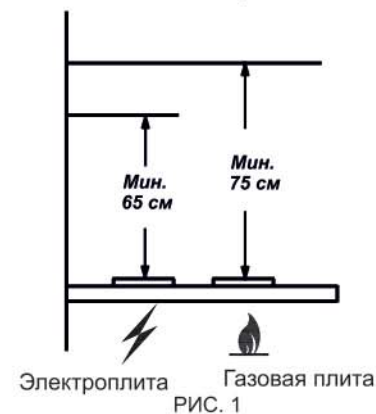

РИС. 1
- разметьте линию установки нижней части зонта над плитой (рис. 1);
1.2 Зонт устанавливайте над плитой, как показано на рис. 1.
4.6 Устанавливайте зонт над плитой в соответствии с рис. 1.